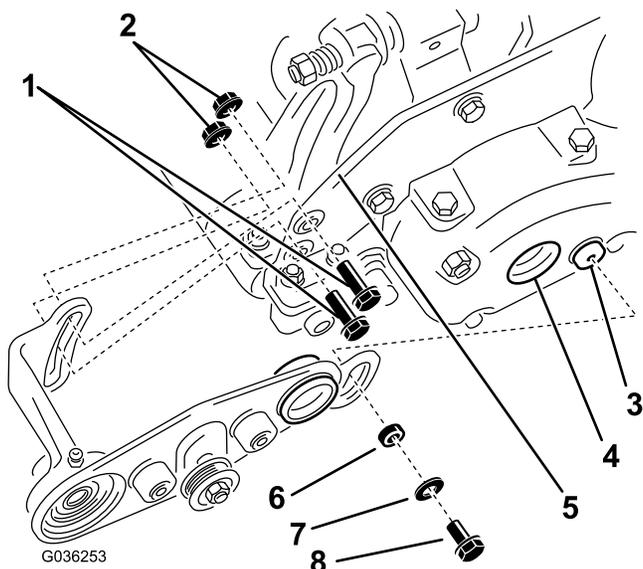

Рисунок 15
- B. Нанесите тонкий слой консистентной смазки на уплотнительное кольцо круглого сечения, установленное на направляющий поясok правой опоры щетки; см. Рисунок 15.
- D. Вставьте направляющий поясok в большое отверстие в крышке механической щетки и закрепите переднюю сторону правой опоры щетки на бобышке в крышке механической щетки посредством проставки подшипника, шайбы и болта с контрящей смазкой (5/16 x 5/8 дюйма); см. Рисунок 15.
- E. Прикрепите заднюю сторону правой опоры щетки к внутренней стороне боковой плиты режущего блока двумя болтами с контрящей смазкой (5/16 x 1 дюйм) и двумя фланцевыми гайками (5/16 дюйма); см. Рисунок 15.